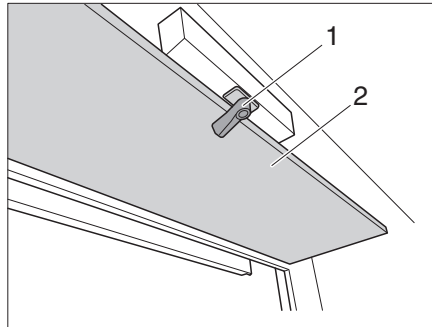

Fig. 153 Trampa para manivela
- Soltar bloqueo (Fig. 153,1) y cerrar la trampa (Fig. 153,2) hacia abajo. La manivela para el ajuste de altura se encuentra detrás de la trampa.